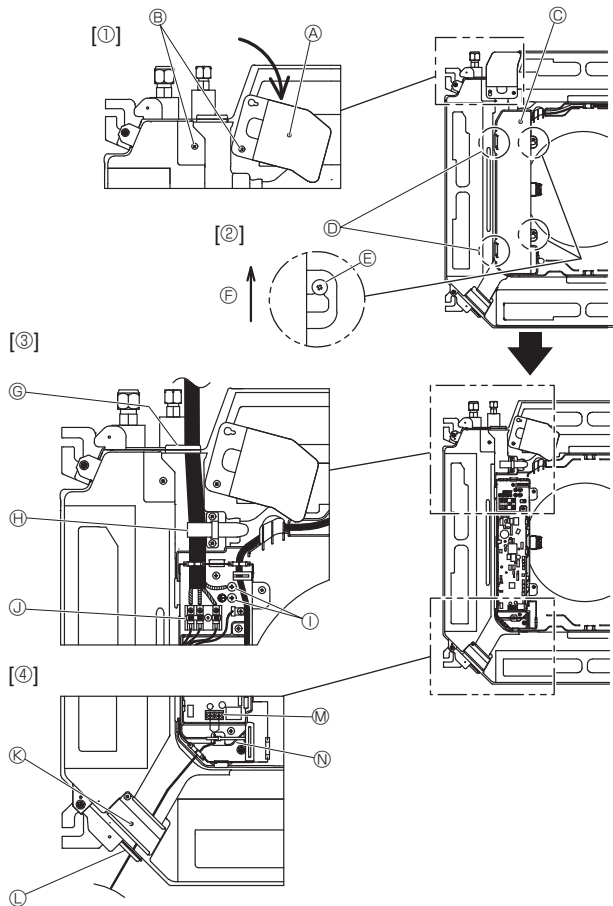
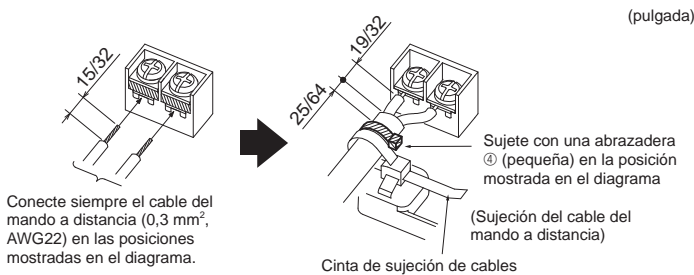

Fig. 6-1
Fig. 6-3
6.1. Unidad interior (Fig. 6-1)
1. Afloje los dos tornillos que fijan el panel de servicio del cableado, y luego gire dicho panel. [Fig. 6-1 ①]
2. Afloje los dos tornillos que fijan la cubierta de la caja eléctrica y luego deslice dicha cubierta. [Fig. 6-1 ②]
3. Pase el cable de alimentación, el cable de conexión de la unidad interior/externo y el cable de tierra a través de las entradas de cableado indicadas en el diagrama. [Fig. 6-1 ③]
4. Pase y conecte el cable del mando a distancia por las entradas de cableado indicadas en el diagrama. [Fig. 6-1 ④, Fig. 6-3]